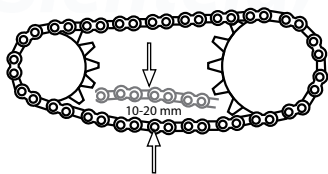

Imagen 23. Holgura de la cadena.
2. Mover la cadena con la mano hacia arriba y hacia abajo para revisar que su holgura esté entre 10 y 20 mm. Ver imagen 23.